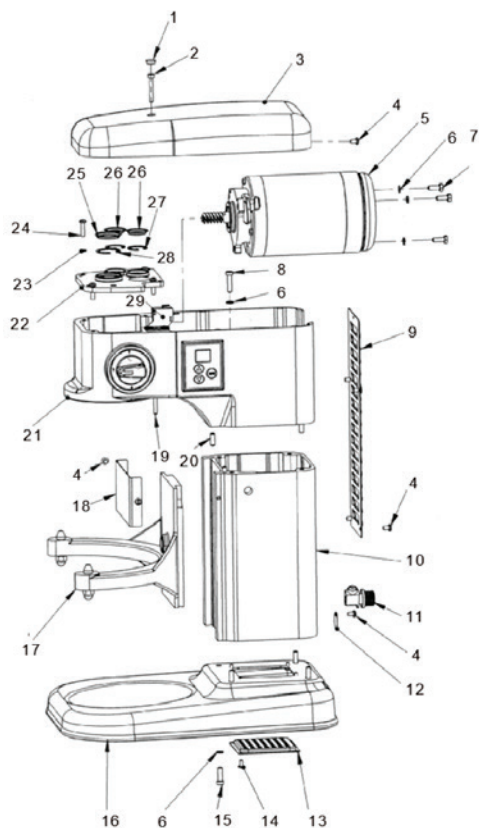

Fig. 1 Corpo principale dell'apparecchio
- Corpo principale dell'apparecchio (Fig. 1);
Elenco di pezzi dell'apparecchio sulla Fig. 1